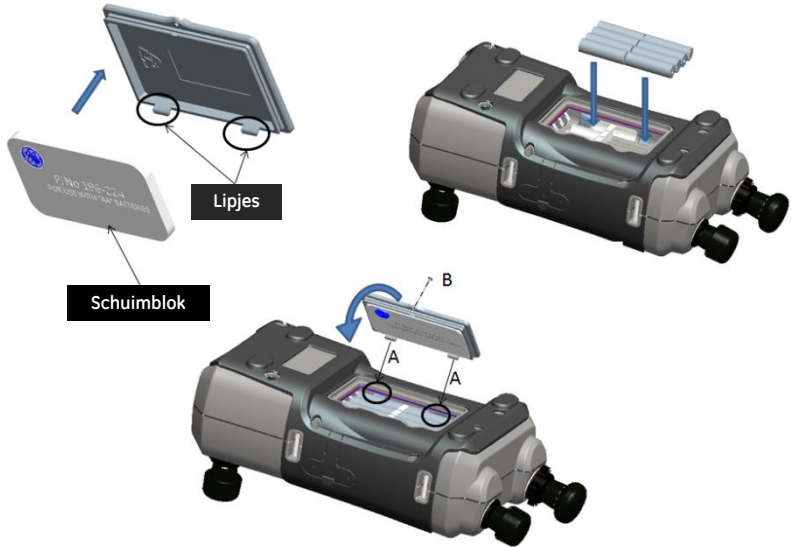

Afbeelding 3 Oplaadbare batterij plaatsen
3. Steek de CC3800GE oplaadbare batterij in het vakje, zoals aangegeven in afbeelding 3.
4. Zet het deksel terug op zijn plaats door de lipjes (A) onder een hoek in de gleuven te steken en het vakje te sluiten, zoals aangegeven in afbeelding 3.